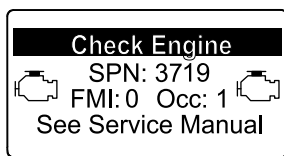

Figura 69
- Avvertenza motore SPN 3719, FMI 0 (Figura 69)